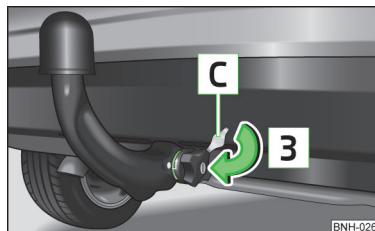

Fig. 104 Colocar la tapa de la cerradura
- Colocar la tapa [C] en el cierre del volante en el sentido de la flecha [3] » fig. 104.